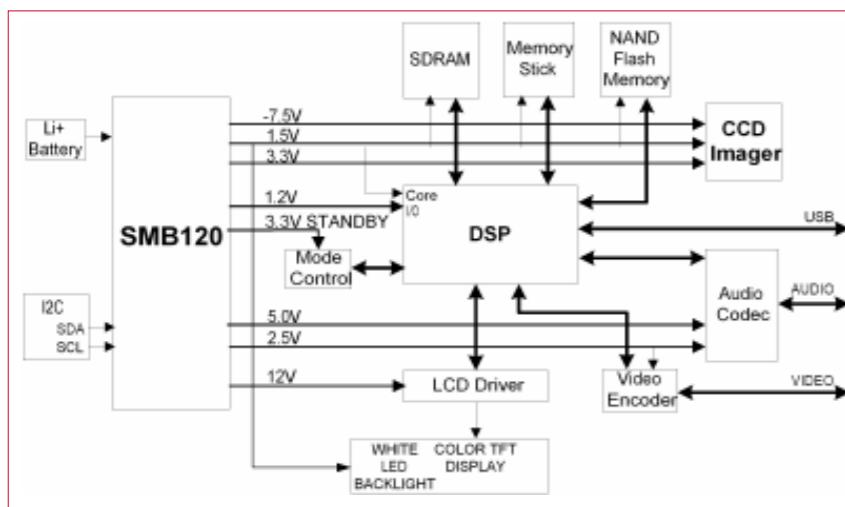

图 1. 这是一个电源管理的方块图，从图中可以看到一个典型的便携式系统所使用的各种不同元件和供电电压。
**使**用多个工作电压的数字信号处理器 (DSP)、现场可编程门阵列 (FPGA)、电荷耦合器件 (CCD) 图像传感器、薄膜晶体管 (TFT) 显示器及其他器件得到了广泛应用，在这种情况下，为了满足便携设备对各个供电电压日益苛刻的要求，电源管理需要数字可编程的控制功能（图 1）。此外，为了提高可靠性和延长电池的寿命，所有这些器都需要在不同的时间接通电源和切断电源。现在多电压处理器、DSP 和专用集成电路 (ASIC) 这